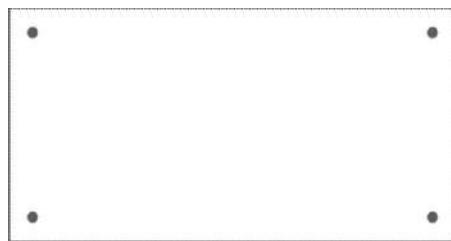

図3
①HARERU背面所定の位置(図3,4)に接着剤を塗布します。
②下地に貼り合わせ、HARERU背面所定位置(図3,4)にピンタッカーを打ち込みます。